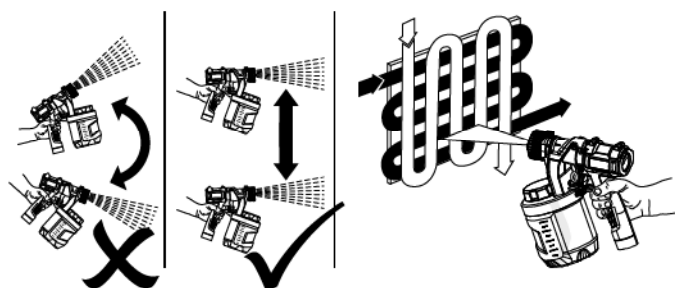

Fig. 17
- > Presione a fondo el gatillo del interruptor (8) y luego desplácelo por el área de trabajo en dirección paralela. Si se detiene el movimiento de la pistola a mitad de la aplicación, se producirá una acumulación de pintura y se derramará. No balancee la pistola de un lado a otro mientras pinta. Esto provocará una acumulación de pintura en el centro de la aplicación y un recubrimiento insuficiente en los extremos (Fig. 17).